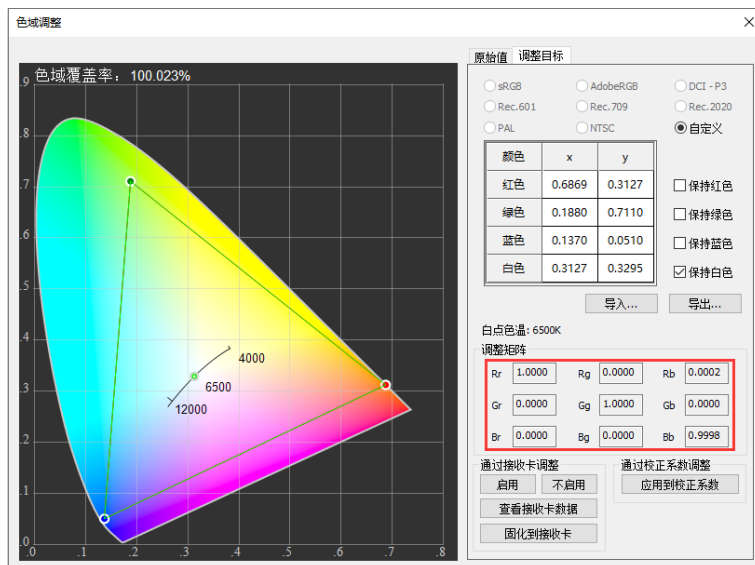

图 8.3.3 生成调整矩阵
■ 步骤 3：点击“近似有效值”，根据实际需求勾选“保持红色/绿色/蓝色/白色、设为 D65”，自动生成调整矩阵。如图 8.3.3 所示。